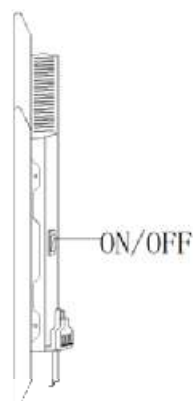

Fig.7
5. Coloque 2 tornillos en el soporte de pared superior.(Fig.7)
Una vez que el aparato se haya colocado y enchufado correctamente en el enchufe, presione el "Interruptor de alimentación principal" en la posición "I" para tener voltaje. **(Fig 7)**